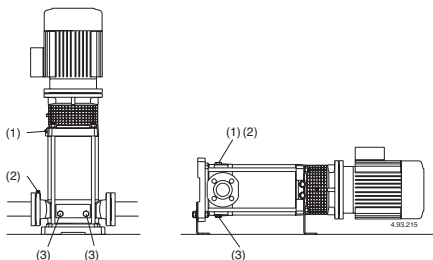

Fig.4 (1) Vullen ontluchttingsplug
Wanneer de pomp boven het vloeistofniveau geplaatst is (zuigsituatie, **fig. 3A**) of in een situatie waar de toelooptdruk te laag is (minder dan 1 m) om de terugslagklep te openen, vul de zuigleiding en de pomp door de vulopening (**fig. 4**).
Sluit de ontluchting voor (fig. 4) voor MXV-B, MXV(L) 25-32-40 en MXV(L)4 25-32-40 Sluit de naaldschroef (14.07) in de aftapplug (14.12) (fig. 4b) en sluit de ontluchting (14.04).
Wanneer zuigverliezen optreden (onderbreken van flow ondanks geopende afsluiters) of drukschommelingen weergegeven op de manometers, controleer of alle leidingverbindingen luchtdicht zijn en controleer of de naaldschroef van de ontluchting gesloten is (fig. 4).
Of, na het legen, reinigen door schoon water (minimaal 40 liter) in het vulgat (1) te gieten aan de afvoerkant en het weer uit het afvoergat (3) aan de aspiratiekant (**fig. 4**) te laten lopen.
Voor demontage, koppel de voedingskabel van het aansluitkastje, sluit de kleppen in de zuig- en persleidingen en ledig het pomphuis (**fig. 4**)